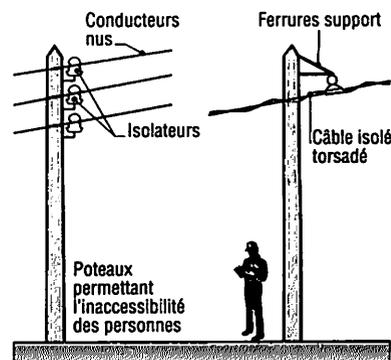

Fig. 1 : Ligne aérienne sur poteau bois ou ciment.
1.1. Constitution générale (fig. 1)